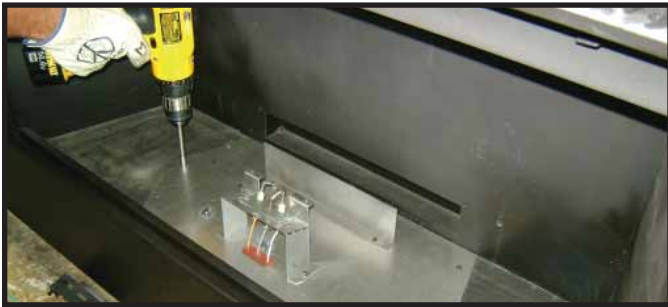

Figure 16.5 Enlevez les vis de la plaque du robinet
1. Enlevez sept vis autour du périmètre du robinet qui retiennent la plaque du robinet au fond de la chambre de combustion. Voir la Figure 16.5.